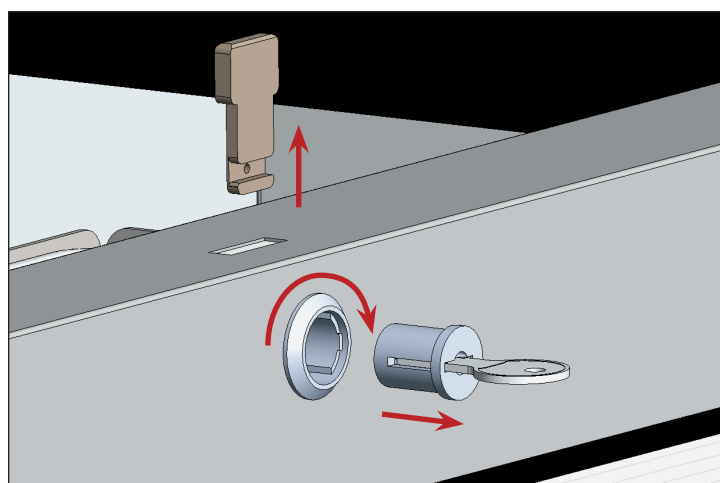

Fig. 2. Retirez la came et le cylindre de la serrure
3. Tout en maintenant la came, sortez la clé et le cylindre de la serrure du canon de la serrure. Voir fig. 2.
4. Faites glisser la came de verrouillage hors du canon de la serrure. Voir fig. 2.